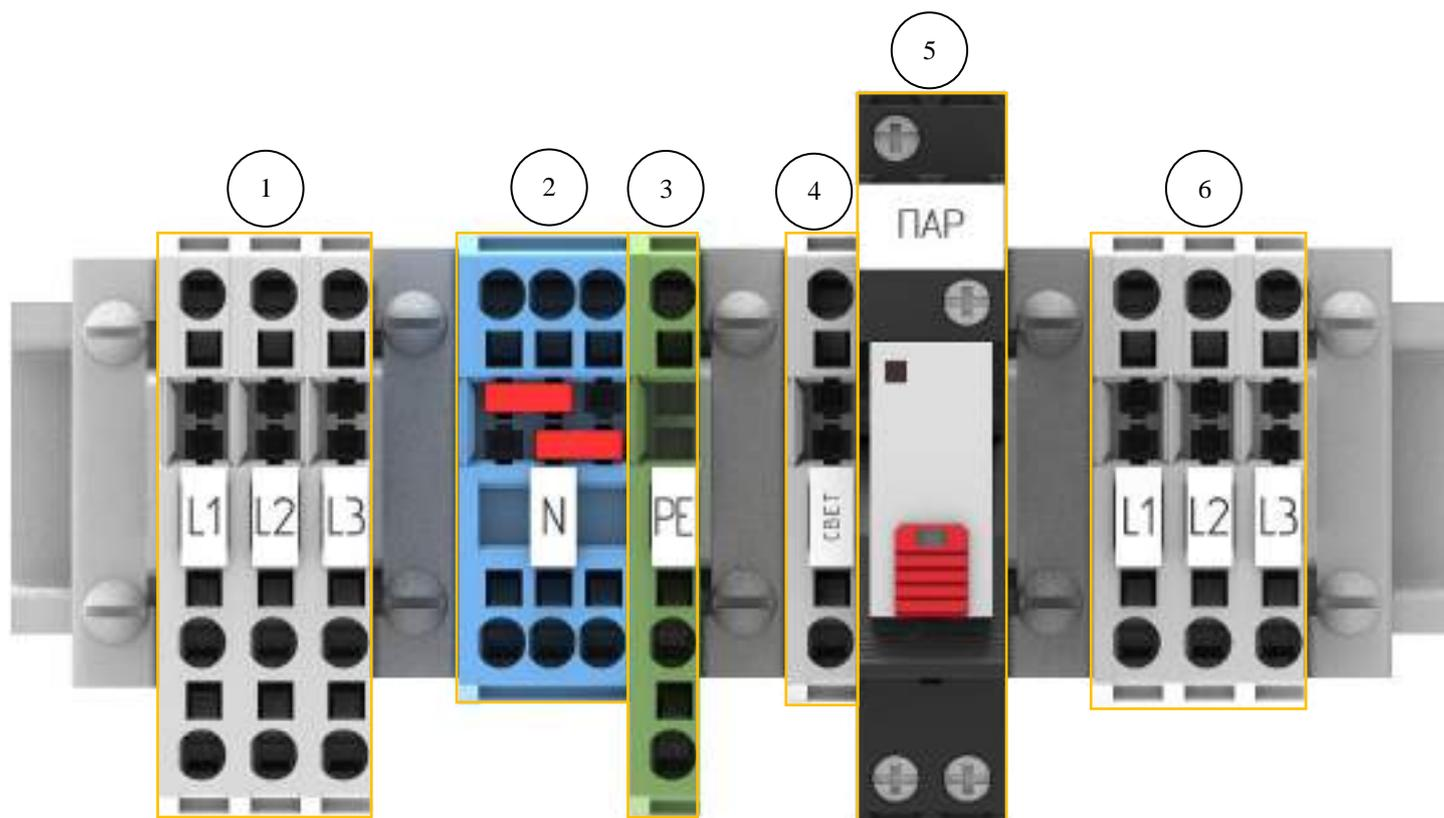
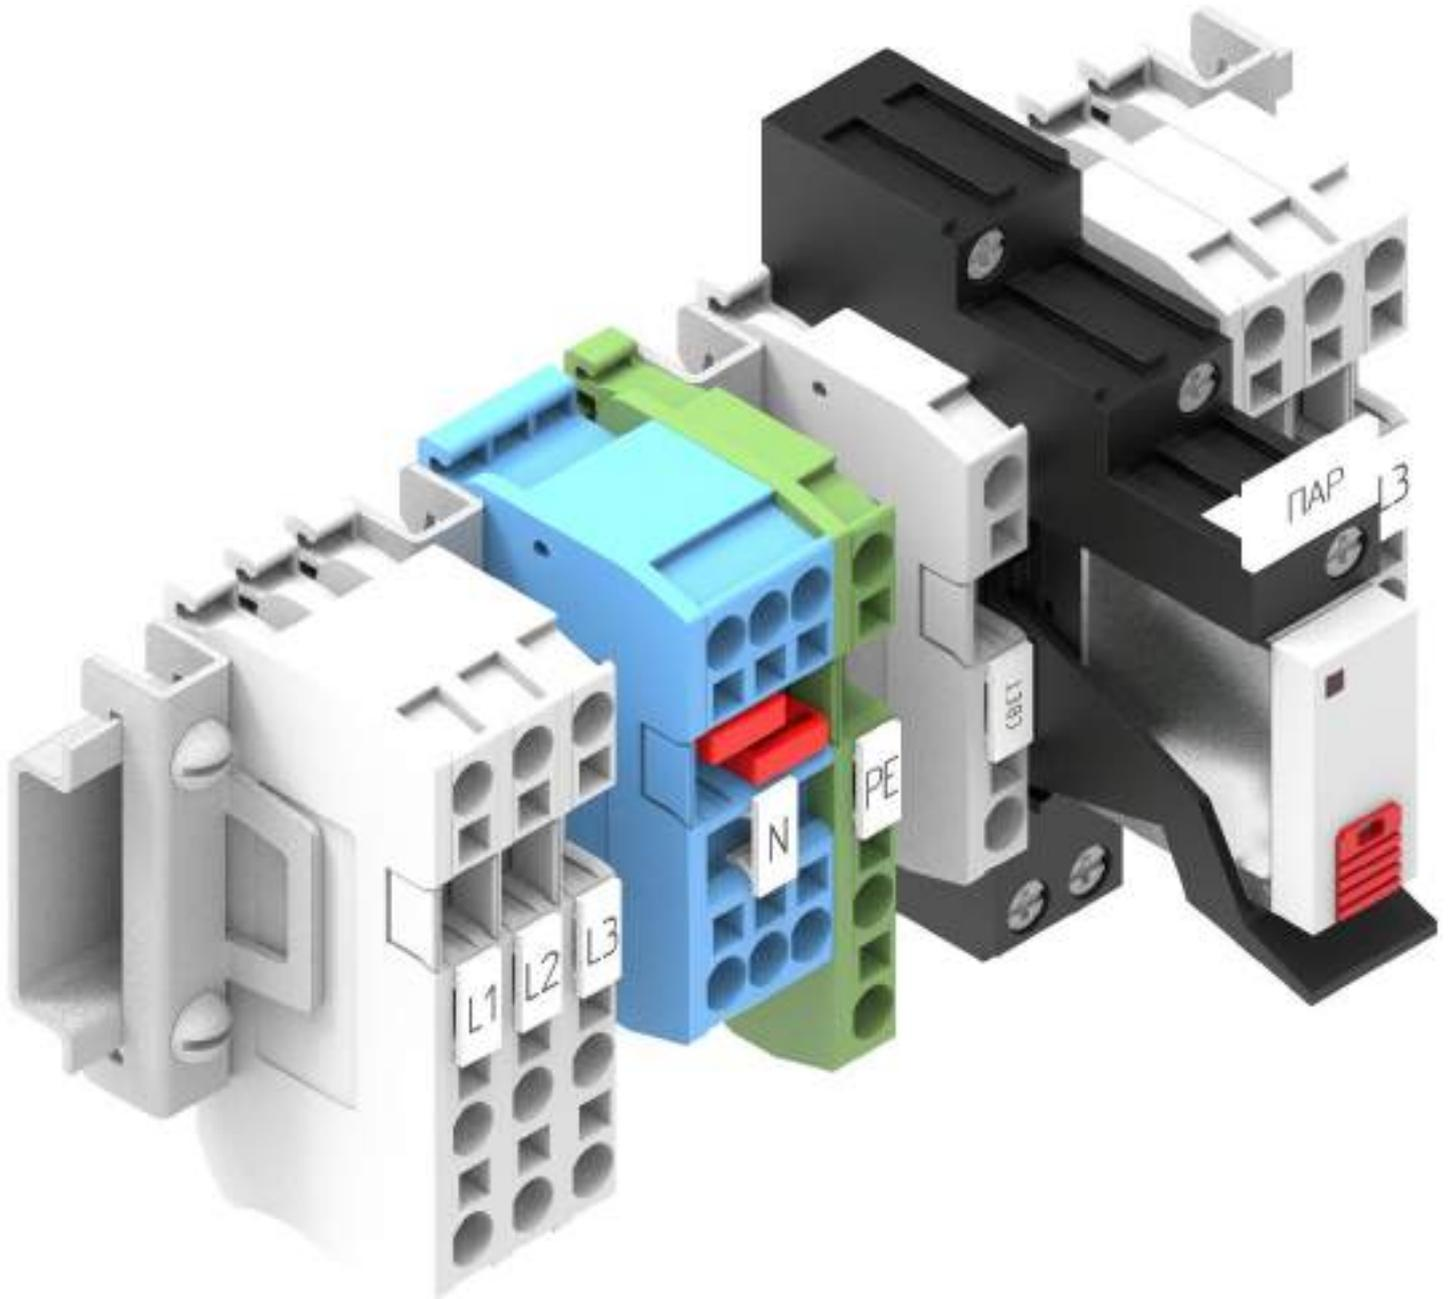
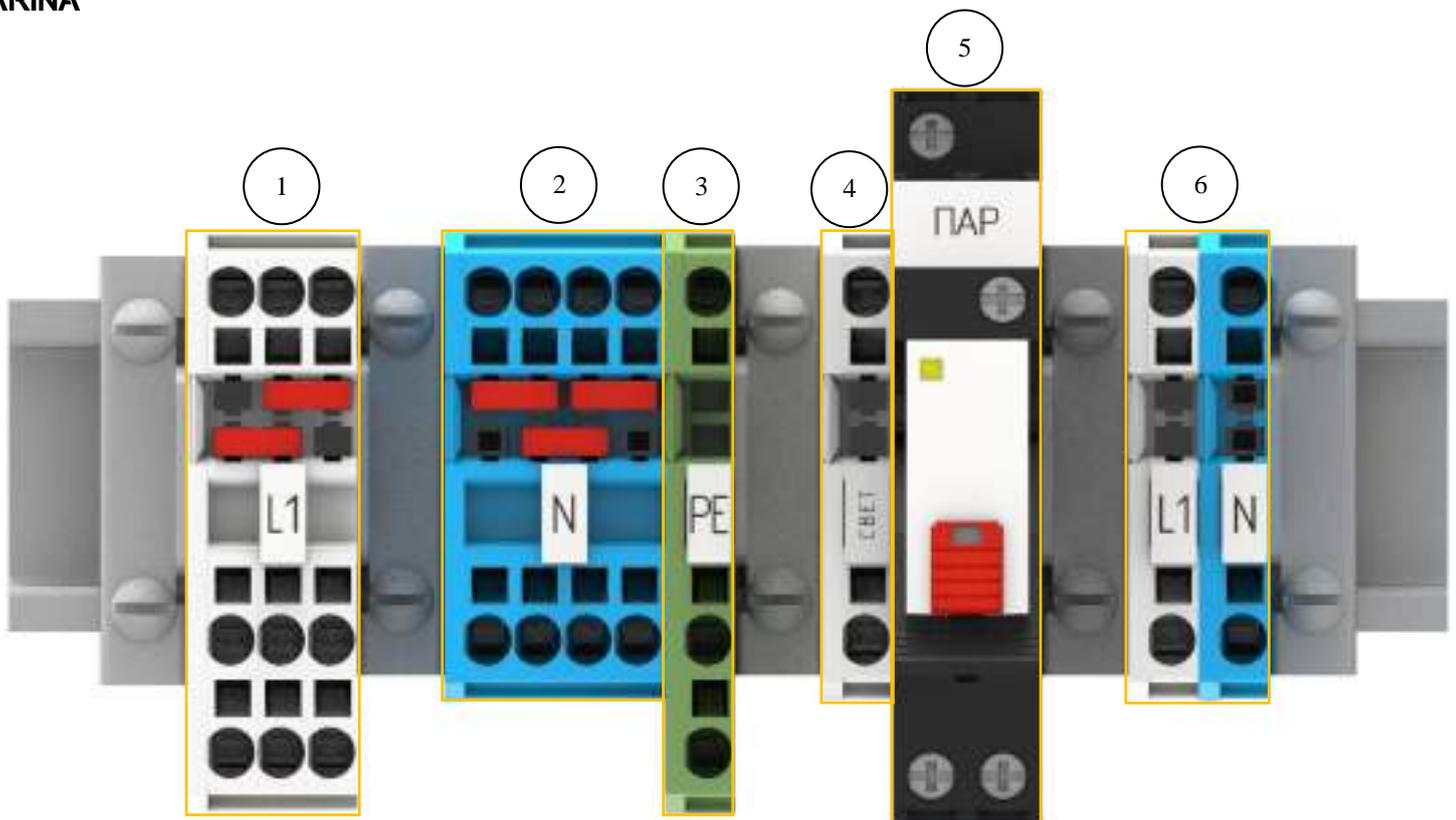
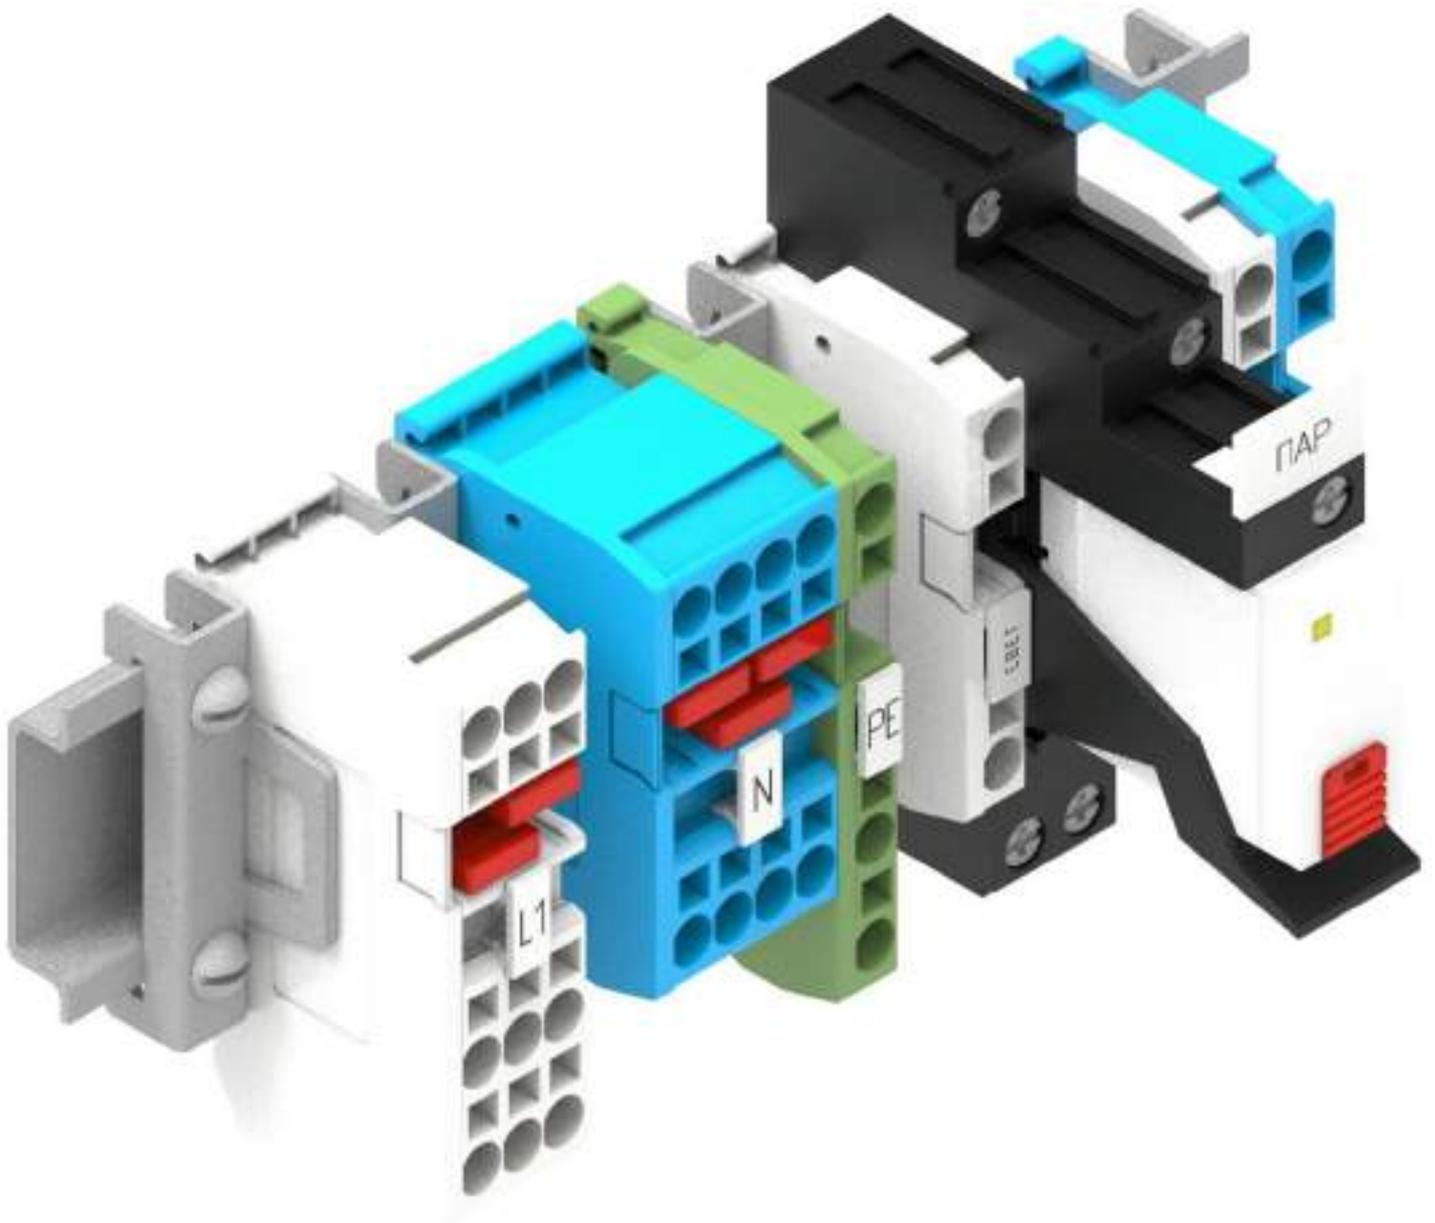

Рис. 6.: “Колодочная сборка”. Трёхфазная. Вид спереди.
Рис. 7.: “Колодная сборка”. Изометрия.
Рис. 8.: “Колодочная сборка”. Однофазная. Вид спереди.
Рис. 9.: “Колодочная сборка”. Однофазная. Изометрия.
- Подключения электропечи: в качестве трёхфазной симметричной (трёхпроводная схема без нейтрального провода) или однофазной нагрузки. В зависимости от типа подключаемого оборудования колодочная сборка может быть представлена в исполнении для трёхфазного или однофазного подключения. (Рис. 6.: Колодочная сборка. Трёхфазная. Вид спереди., Рис. 7.: Колодочная сборка. Трёхфазная. Изометрия., Рис. 8.: Колодочная сборка. Однофазная. Вид спереди., Рис. 9.: “Колодочная сборка”. Однофазная. Изометрия.)